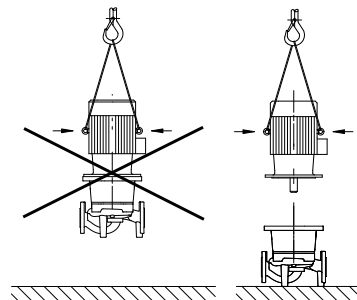

Fig. 7: Přeprava motoru
- Přepravní oka na motoru jsou povolena výhradně k přepravě motoru, nikoliv však celého čerpadla (Fig. 7).